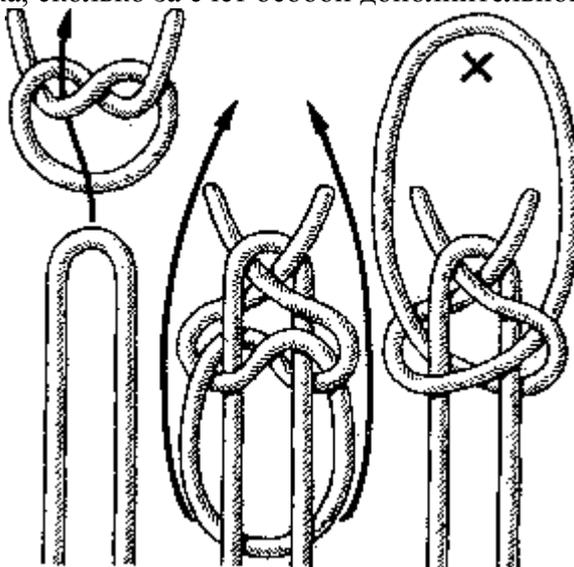

Рис. 116. Лучниковская петля
**Лучниковская петля** (рис.116). Некоторые знатоки узлов называют ее «турецким узлом». Это один из древнейших и удивительнейших узлов, когда-либо придуманных человеком. У него конкретное назначение – регулировать натяжение тетивы лука.